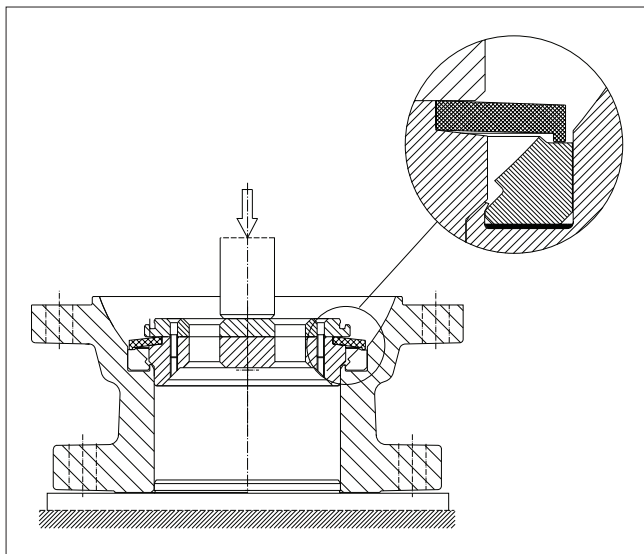

Abb. 25 Sicherung des Sitzes
- Setzen Sie das Sicherungswerkzeug vorsichtig über dem Sitz an, siehe Abb. 25.